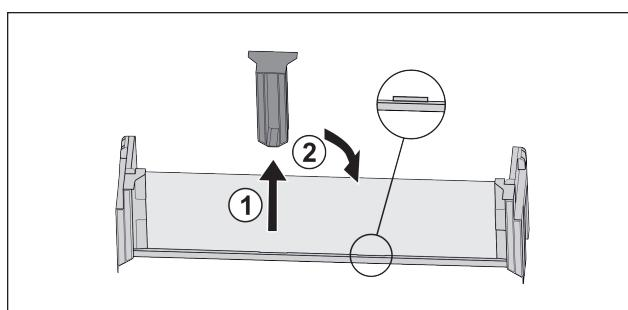

Fig. 26
- Снимите среднюю поддерживающую деталь Fig. 26 (1).
- Вставьте среднюю поддерживающую деталь во вторую позицию Fig. 26 (2).